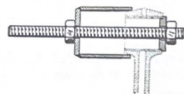

Fig. 1.8.-Util MR-3682-20 para la extracción y reposición de los casquillos de los pies de biela.
- c) Con el extractor MR-3682-20 (fig. 1.8), desmontar los casquillos de pies de bielas, si fuera necesario.
Montar el casquillo así preparado en el pie de biela, utilizando el aparato MR-3682-20 (fig. 1.8), que ha servido también como extractor para sacar el casquillo viejo.